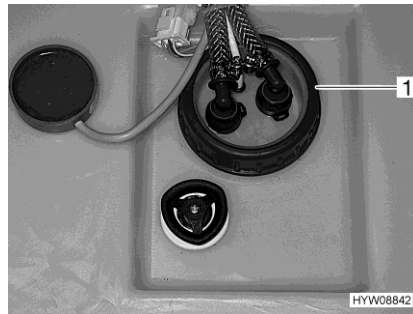

Bild 140 Reinigungsöffnung (Wassertank)
- Verschlussdeckel (Bild 140,1) des Wassertanks abnehmen.